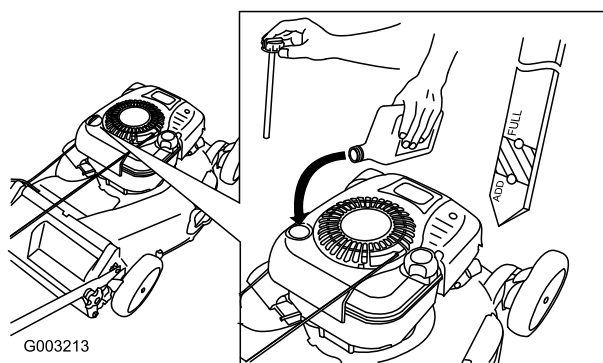

Figura 7
1. Retire la varilla (Figura 7).
2. Vierta **lentamente** aceite en el tubo de llenado hasta que el nivel llegue a la marca Full de la varilla (Figura 7). **No llene demasiado.** (Capacidad máxima: 0,77 l, tipo: SAE 30W, aceite detergente con clasificación de servicio API SF, SG, SH, SJ, SL o superior.)